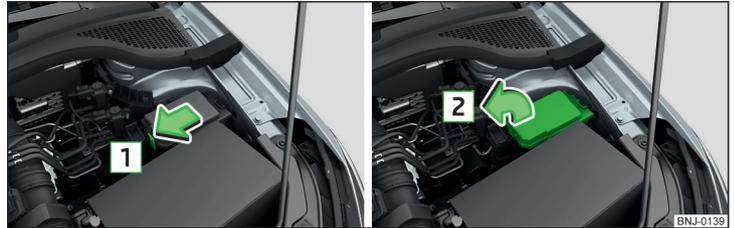

Abb. 180 Abdeckung abnehmen
- Die Verriegelungstaste der Abdeckung in Pfeilrichtung **1** » Abb. 180 drücken.